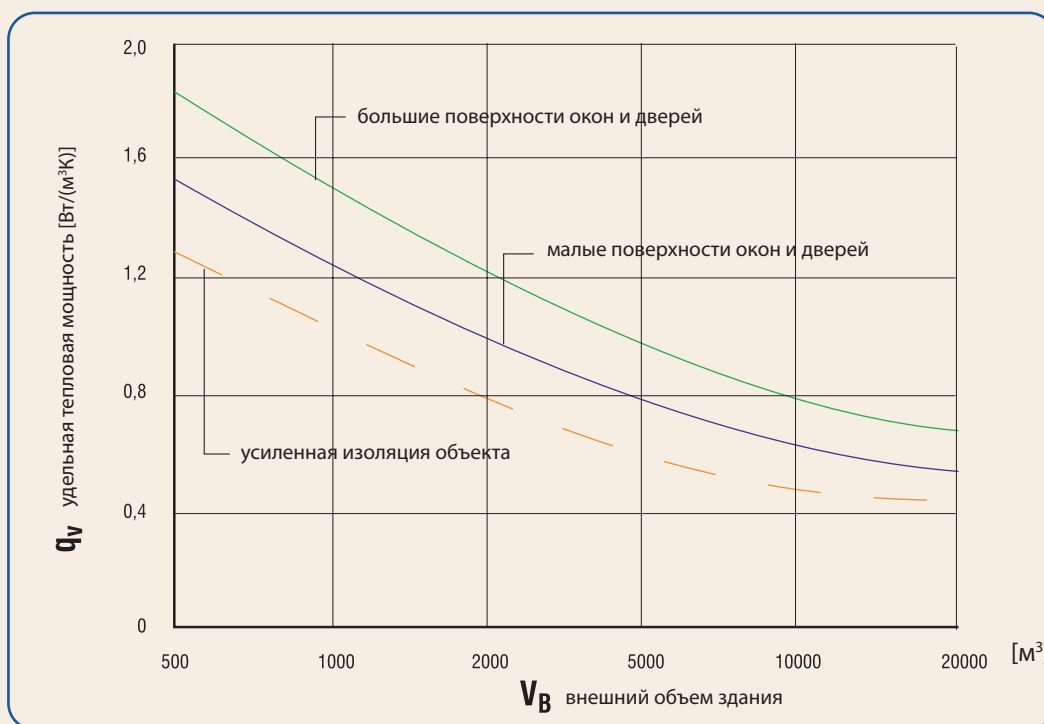

Рис. 1 Коэффициент удельной мощности нагрева [Вт/м3К]
✓ Рис. 1 (удельная мощность нагрева, в зависимости от приблизительной изолирующей способности строительных перегородок и объема помещения)
**qv** – удельная мощность нагрева, полученная согласно Рис. 1 в зависимости от объема объекта и приблизительной изолирующей способности строительных перегородок [Вт/(м3К)],
- ✓ удельная тепловая мощность : 0,6 Вт/(м3К) (на основании Рис. 1 для объекта объемом 4800 м3 и усиленной теплоизоляции).